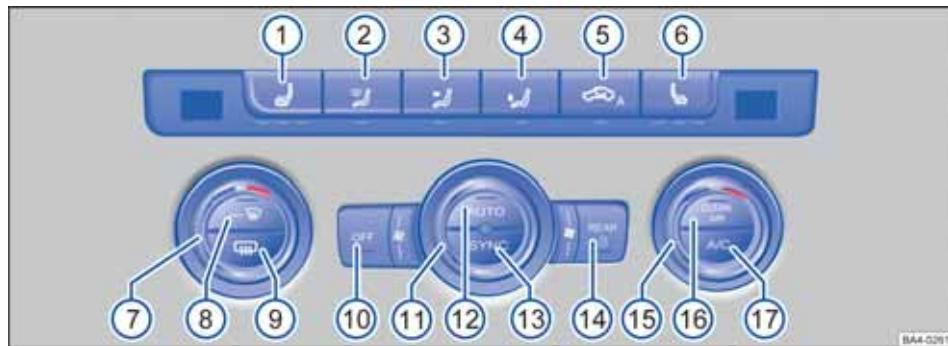

图 188 中控台上：自动空调的操作元件
- 转动温度调节旋钮⑦或者⑮→图 188，即可设定驾驶员侧或前排乘员侧的温度。
- 按压按钮②至⑤之间的某个按钮即可启动相应功能。开启某项功能后按钮内的指示灯随之亮起，再按一下该按钮，该功能即被关闭。